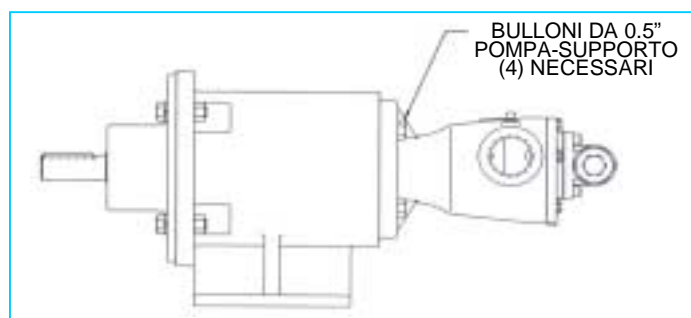

FIGURA 36
5. Terminare il montaggio assicurando la pompa al supporto (**Vedere Figura 36**). Assicurarsi che la corrente alla pompa sia "Chiusa". Controllare che la pompa ruoti liberamente facendo girare le pale della ventola del motore o l'albero del cuscinetto portante.